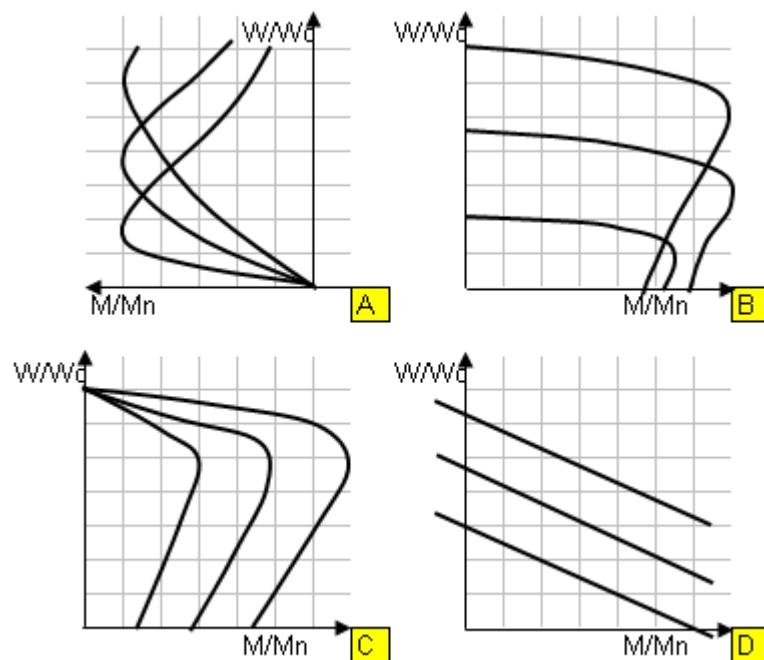

Рис.7. Механические хар-ки систем регулировования
19. Механические характеристики асинхронного двигателя (рис.7) в системе «преобразователь частоты-АД» со скалярным регулированием